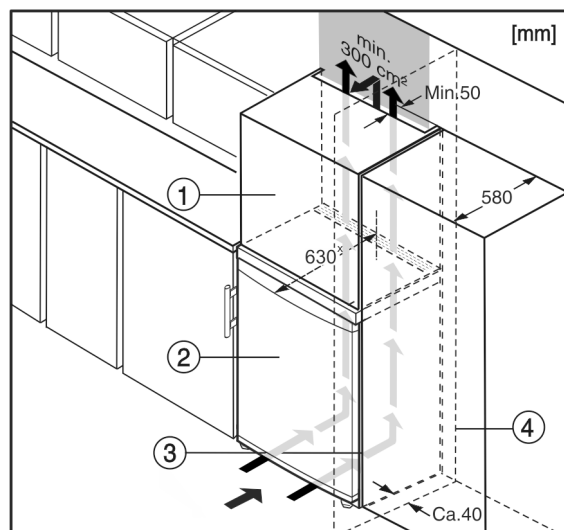

Fig. 5
Het apparaat kan in keukenkasten worden ingebouwd. Om het apparaat Fig. 5 (2) aan de hoogte van het keukenblok aan te passen, kan boven het apparaat een opzetkast Fig. 5 (1) worden aangebracht.
Bij een ombouw met keukenkasten (diepte max. 580 mm) kan het apparaat direct naast de keukenkast Fig. 5 (3) worden geplaatst. Het apparaat staat aan de zijkant 34 mm × en in het midden van het apparaat 50 mm × tegenover de voorkant van de keukenkast.
Wanneer het apparaat met de scharnieren naast een wand Fig. 5 (4) wordt geplaatst, moet de afstand tussen het apparaat en de wand minimaal 40 mm bedragen. Dit komt overeen met de uitsteekmaat van de handgreep bij geopende deur.